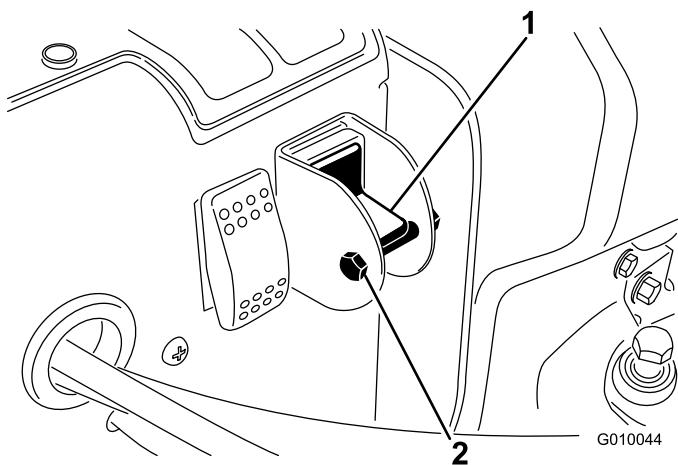

Figure 29
- Retirez le boulon de blocage et l'écrou du sélecteur (Figure 29).